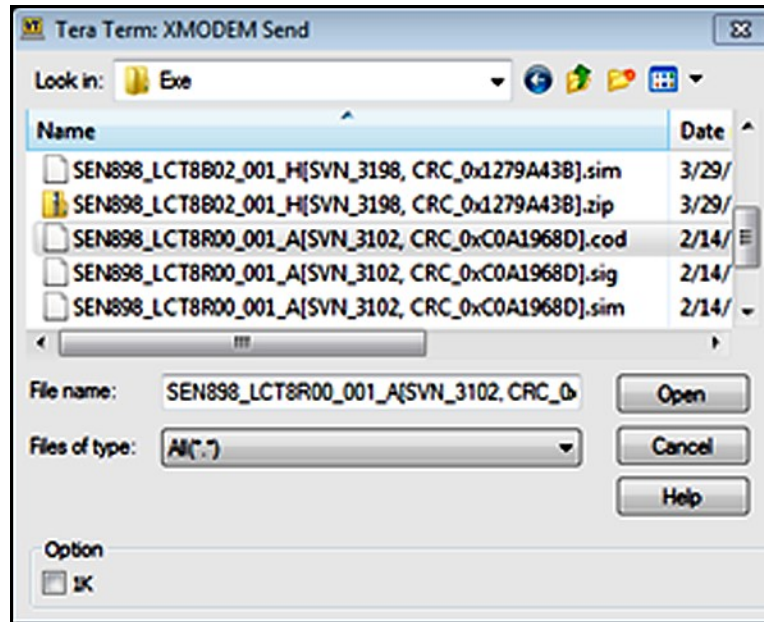

Abbildung 84: Dateiauswahlfenster XMODEM Send File
3. Wenn das Dateiauswahlfenster *Tera Term: XMODEM Send* geöffnet wird (siehe *Abbildung 84* unten), wählen Sie die Datei mit der Erweiterung **.cod** von Ihrem PC aus. Nachdem Sie die Datei mit der Erweiterung **.cod** ausgewählt haben, klicken Sie auf **Open**, und das in *Abbildung 85* unten auf der linken Seite gezeigte Statusfenster wird geöffnet. Zu diesem Zeitpunkt zeigt das Messgerät den *Status des Dateiempfangs* an (siehe rechte Seite in *Abbildung 85* auf Seite 100 unten).